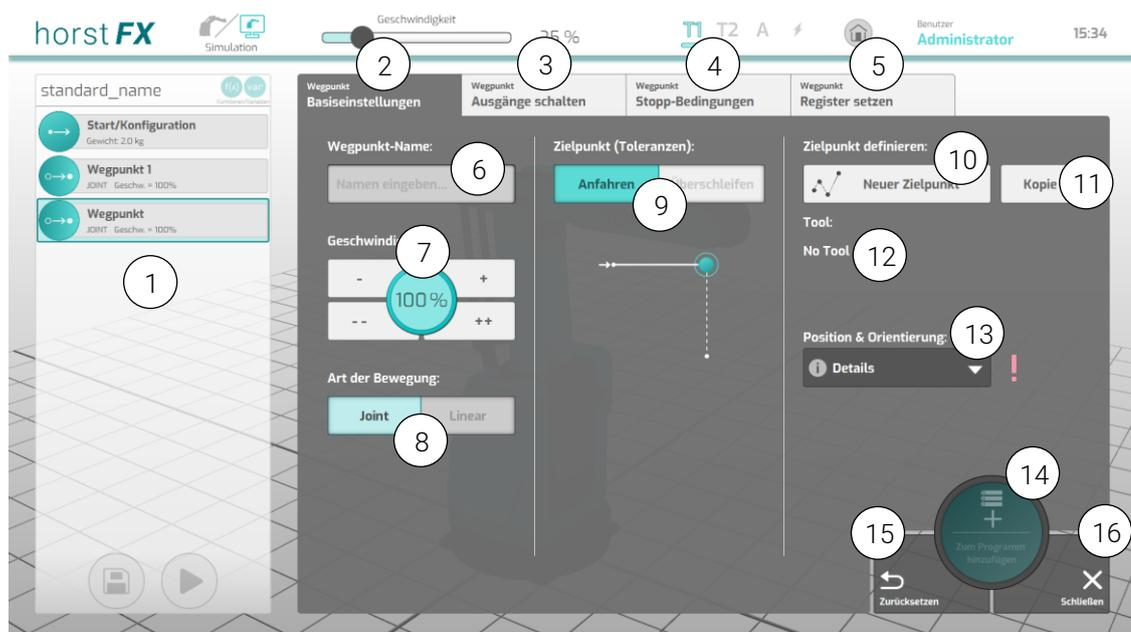

Abb. 6-7: Aktionsfenster – Wegpunkt – Basiseinstellungen
Einziger Unterschied zwischen der **Aktion Relativer Wegpunkt** und der **Aktion Wegpunkt** ist das Menü **Zielpunkt definieren** bzw. **Relativen Zielpunkt definieren**. Letzteres wird durch Drücken des Buttons **Neuer rel. Zielpunkt** (1) aufgerufen (vgl. Button **Neuer Zielpunkt** (9), Abb. 6-7).